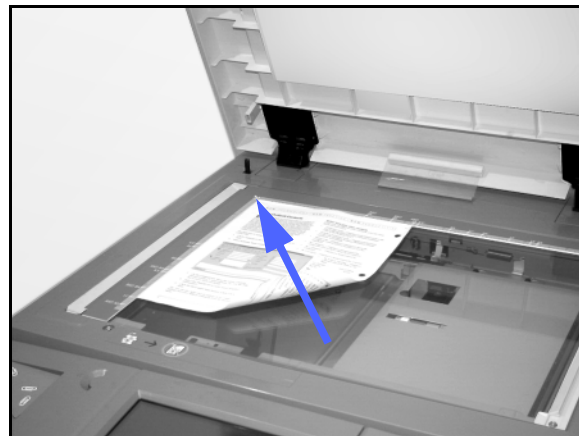

Figura 4: colocar um documento no Vidro de originais
- Levante o Alimentador automático de originais duplex (AAOD) ou a Tampa do vidro de originais e coloque o documento com a face voltada para baixo no Vidro de originais, como na Figura 4.